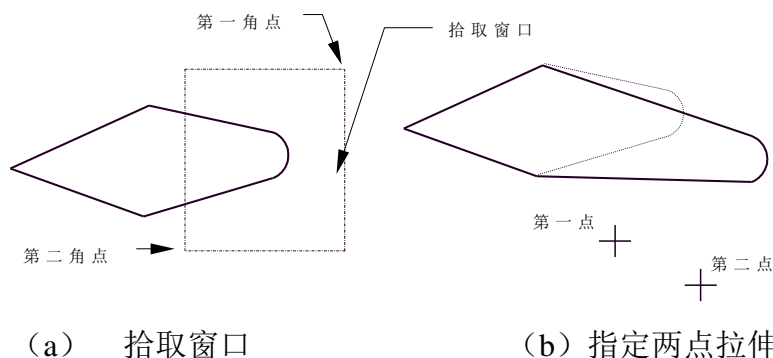

图 4-43 曲线组指定两点拉伸
- 4) 用鼠标单击立即菜单中的【2: 给定偏移】，则此项内容被切换为【2.: 给定两点】。同时，操作提示变为【第一点】。在这种状态下，先用窗口拾取曲线组，当出现【第一点】时，用鼠标指定一点，提示又变为【第二点】，再移动鼠标时，曲线组被拉伸拖动，当确定第二点以后，曲线组被拉伸。如图 4-43 所示，拉伸长度和方向由两点连线的长度和方向所决定。